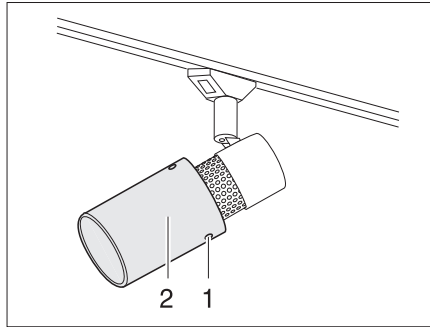

Fig. 252 Foco halógeno (desplazable)
- Soltar los tornillos de fijación (Fig. 252,1).
- Retirar la copa de la lámpara (Fig. 252,2) cuidadosamente de la sujeción.